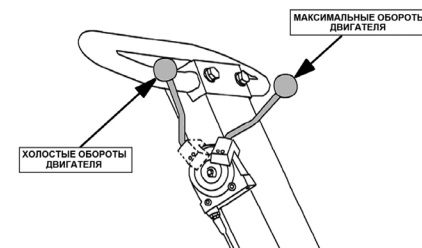

Рис. 11 Рычаг газа РС1645RH
3. Рычаг газа установите в среднее положение (Рис. 11).